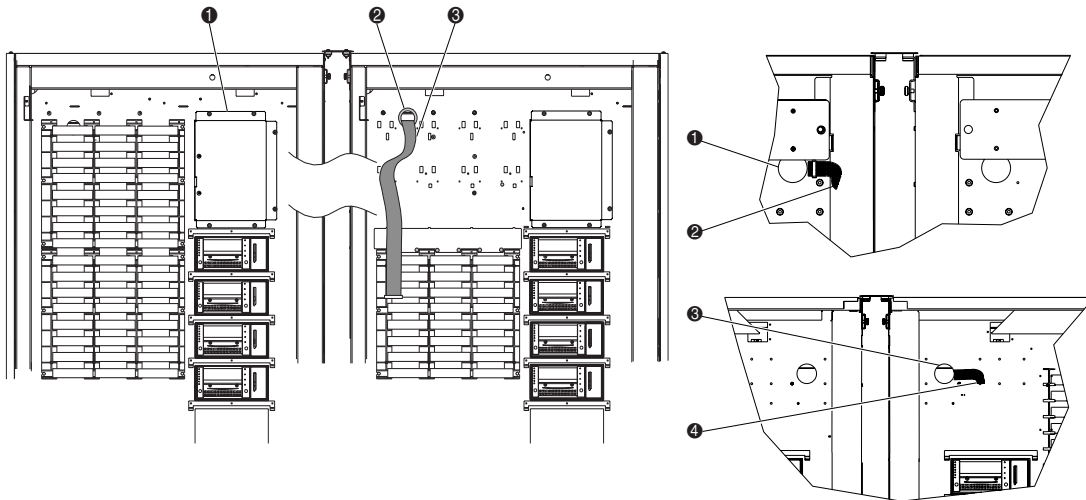

Figure 2-7. Acheminement du câble du PTM
- ❶ Modules d'étagères de bacs
- ❷ Cartouches
2. Retirez le bouchon du trou de câble sur la librairie droite et installez la bague 2 pouces fournie dans le trou de câble (voir la Figure 2-7).
3. Saisissez le câble du PTM à travers le trou et tirez, en laissant environ 46 cm de câble sur la face avant de la paroi du bac (voir la Figure 2-7).
4. À l'aide de six vis, installez la plaque d'adaptation du PTM sur la librairie gauche ESL9198 (❶ Figure 2-7).